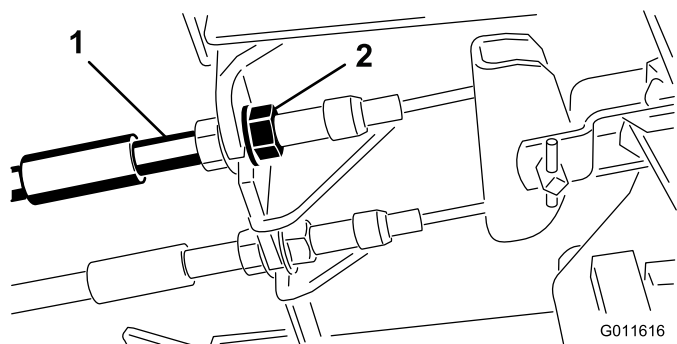

图 69
1. 要缩短刹车踏板的自由行程可以通过松开刹车拉线螺纹端的前螺母紧固刹车图 69。